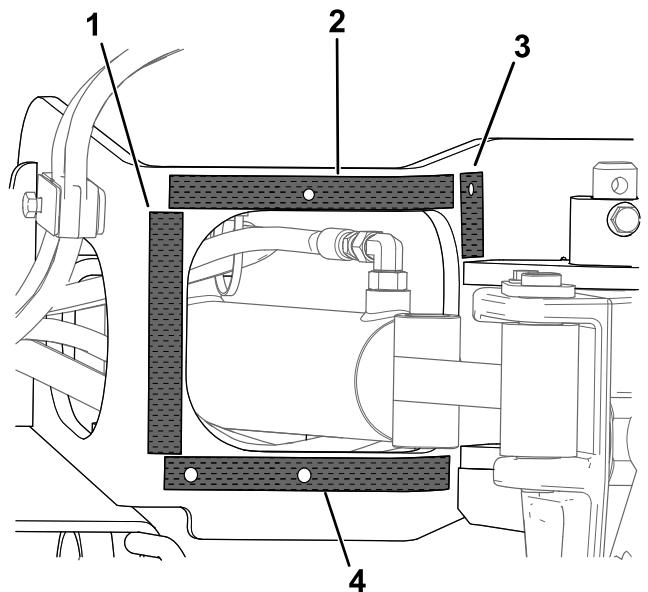
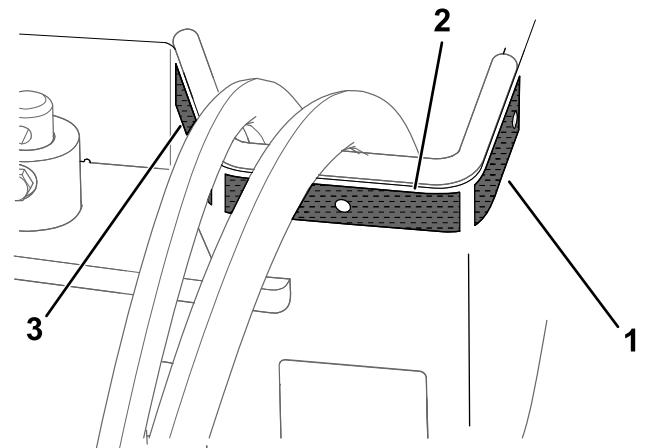

Figura 8
Figura 9
- 5. Rimuovete le strisce di fissaggio dalle coperture del cilindro e dei flessibili, rimuovete i supporti e fate aderire le strisce al telaio e alla copertura idraulica (Figura 8 e Figura 9). Rifilate le strisce di fissaggio come opportuno.